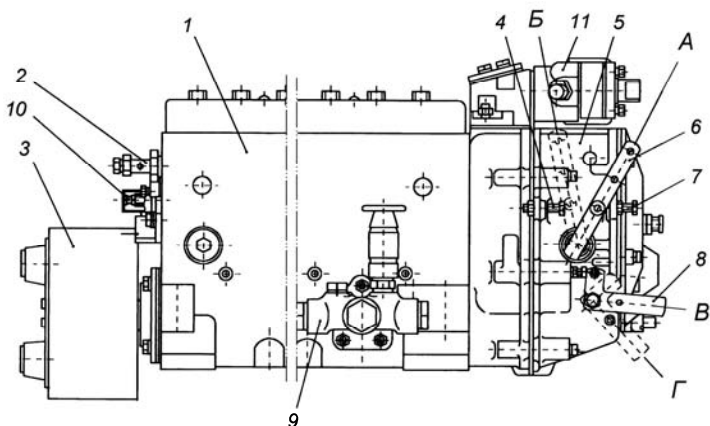
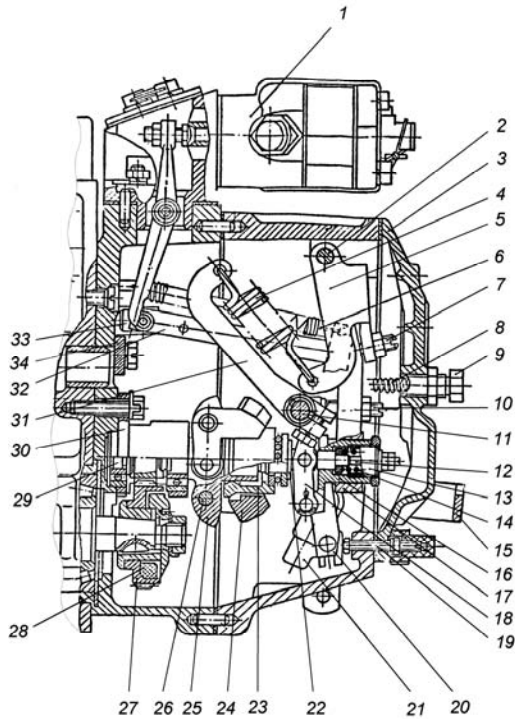

Рис. 20. Топливный насос высокого давления модели 173:
Рис. 22. Регулятор частоты вращения:
Топливный насос в сборе показан на рис. 20. С топливным насосом высокого давления в одном агрегате объединены регулятор частоты вращения 5, топливоподкачивающий насос 9 и демпферная муфта 3.
Связь секций с регулятором частоты вращения насоса осуществляется через рейку. Рейка топливного насоса перемещается в направляющих втулках, запрессованных в корпусе насоса. На выступающем из насоса конце рейки имеется болт 10 (рис. 20), которым она упирается в защитный колпачок при положении рейки перед пуском двигателя. При вывертывании болта из рейки пусковая подача уменьшается.
Регулятор частоты вращения 5 (рис. 20) механический всережимный прямого действия с повышающей передачей на привод грузов, предназначен для поддержания заданного водителем скоростного режима работы двигателя путем автоматического изменения количества подаваемого топлива в зависимости от изменения нагрузки на двигатель. Кроме того, регулятор ограничивает максимальную частоту вращения двигателя и обеспечивает работу двигателя в режиме холостого хода. Регулятор имеет устройство для выключения подачи топлива в любой момент независимо от режима работы двигателя. Автоматически поддерживая скоростной режим при изменяющихся нагрузках, регулятор обеспечивает экономичную работу двигателя. Устройство регулятора частоты вращения показано на рис. 22.
На валик напрессована державка грузов 25 (рис. 22), на осях 26 которой находятся грузы 24. Грузы своими роликами упираются в торец муфты 23, которая через упорный подшипник
Муфта 23 с упорной пятой 22 в сборе одним концом опирается на направляющую поверхность державки, а за второй конец подвешена на рычаге 18 отрицательного корректора, закрепленном на втулке 16 отрицательного корректора. Пята муфты грузов связана через узел отрицательного корректора с рычагом рейки 20 и через тягу 32 с рейкой топливного насоса. К верхней части рычага рейки присоединена пружина 6 рычага рейки, удерживающая рейку насоса в положении, соответствующем максимальной подаче, что обеспечивает увеличенную подачу топлива при пуске двигателя. В нижнюю часть рычага рейки запрессован палец, который входит в отверстие ползуна кулисы 21. Вал 11 рычага регулятора жестко связан с рычагом управления 6 (рис. 20) и рычагом пружины 31 (рис. 22). Перемещение рычага управления регулятором ограничивается двумя болтами 4 и 7 (рис. 20). За рычаг пружины 31 (коротким зацепом) (рис. 22) и двуплечий рычаг 5 (длинным зацепом) зацеплена пружина регулятора 4, усилие которой передается с двуплечего рычага на рычаг регулятора через винт - 7 двуплечего рычага. В рычаг регулятора ввернут регулировочный болт 10, который упирается в вал рычага пружины и служит для регулировки номинальной подачи топлива. В нижней части рычага регулятора расположено корректирующее устройство (12,13,14,16,18) с отрицательным корректором, предназначенного для формирования внешней скоростной характеристики ТНВД и крутящего момента двигателя. Рычаг регулятора снабжен боковой накладкой, удерживающей втулку 16 обратного корректора и упорную пяту 22 от проворота. Кроме того, хвостовик болта крепления боковой накладки, входя в боковой продольный паз втулки предохраняет ее от выпадания из расточки рычага. Упор 34, закрепленный на корпусе регулятора, не позволяет рычагу пружины 31 опасно приближаться к вращающимся грузам. Для полного выключения подачи топлива служит механизм останова, состоящий из кулисы 21, скобы 15 и возвратной пружины. Во время работы кулиса прижата усилием возвратной пружины к регулировочному винту 19.
1. Минимальная частота вращения холостого хода регулируется болтом 7 (рис. 20) и корпусом буферной пружины 9 (рис. 22);
2. Максимальная частота вращения холостого хода (начало выброса рейки) регулируется болтом 4 (рис. 20).
3. Номинальная мощность (подача) регулируется болтом 10, подрегулируется винтом 19 (рис. 22).
4. Предварительное натяжение пружины (разность оборотов конца и начала выброса рейки) регулируется винтом 7 (рис. 22).
5. Подача топлива при 500 мин⁻¹ регулируется гайкой обратного корректора 12 (рис. 22):
6. Предварительное натяжение пружины обратного корректора (обороты начала срабатывания корректора) регулируется корпусом корректора 13 (рис. 22).